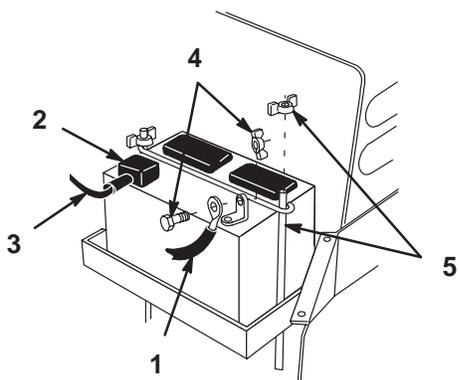

Abbildung 37
4. Das negative (schwarze) Massekabel von der Batterieklemme lösen (Abb. 37).
5. Die Gummiabdeckung am positiven (roten) Kabel hochheben. Das positive (rote) Kabel von der Batterieklemme lösen (Abb. 37).
6. Die Batteriehaltestangen entfernen (Abb. 37).
3. Mit Schraube und Flügelmutter das positive (rote) Kabel an der positiven (+) Batterieklemme anbringen (Abb. 37). Die Gummiabdeckung über die Batterieklemme schieben.
4. Mit Schraube und Flügelmutter das negative (schwarze) Kabel an der negativen (-) Batterieklemme anschließen (Abb. 37).